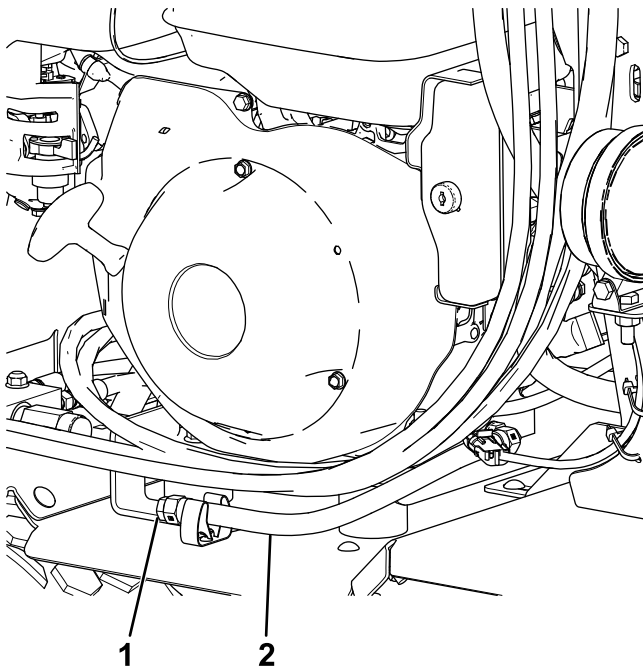

Figura 35
3. Oriente la manguera de vaciado de aceite hacia un lado de la máquina y coloque un receptáculo debajo del extremo (Figura 35).
4. Retire el tapón de vaciado del extremo de la manguera (Figura 35).
5. Cuando se haya drenado completamente el aceite, coloque el tapón de drenaje (Figura 35).